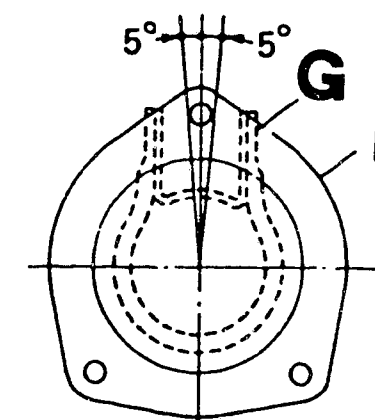

Bild 86 Sedan, Liftback:
b) Zum **Zerlegen des Federbeins** ist ein Spannwerkzeug nötig. Der Stossdämpfer ist als Einheit in das Federbeinrohr eingesetzt. Beim Zusammenbau des Federbeins ist der obere Flansch auf die untere Befestigung auszurichten (Bild 86).